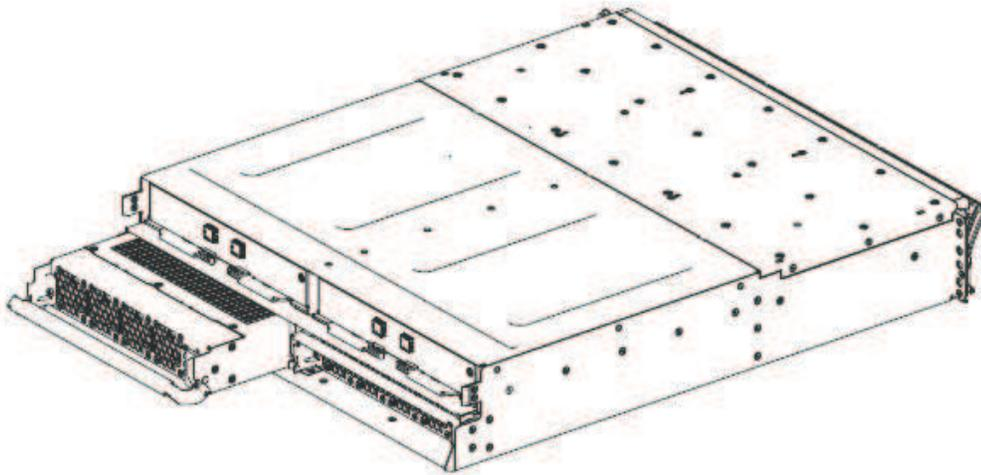

Figura 89. Removendo a unidade da fonte de alimentação do lado esquerdo do gabinete de expansão
5. Utilizando a alça, deslize suavemente a fonte de alimentação para fora do gabinete, como mostrado em Figura 89 na página 332.